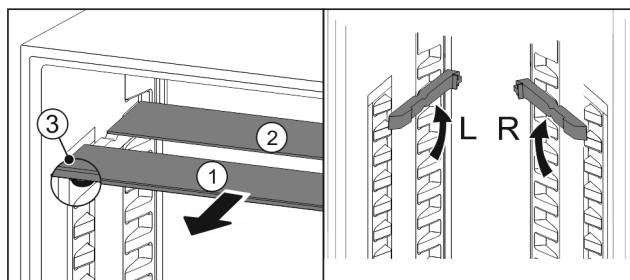

Fig. 34
- ▶ Steklene plošče posamično izvlecite Fig. 34 (1) naprej.
- ▷ Steklena plošča Fig. 34 (1) z okrasno letvijo je spredaj.
- ▷ Zaustavljalniki Fig. 34 (3) so obrnjeni navzdol.